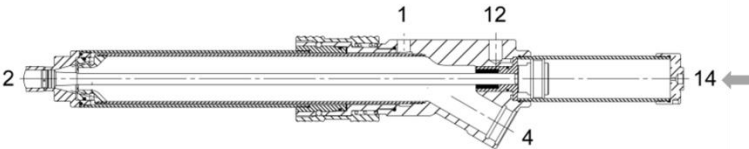

Abbildung 3
- **Füllinjektor schließen** (→Abbildung 3).